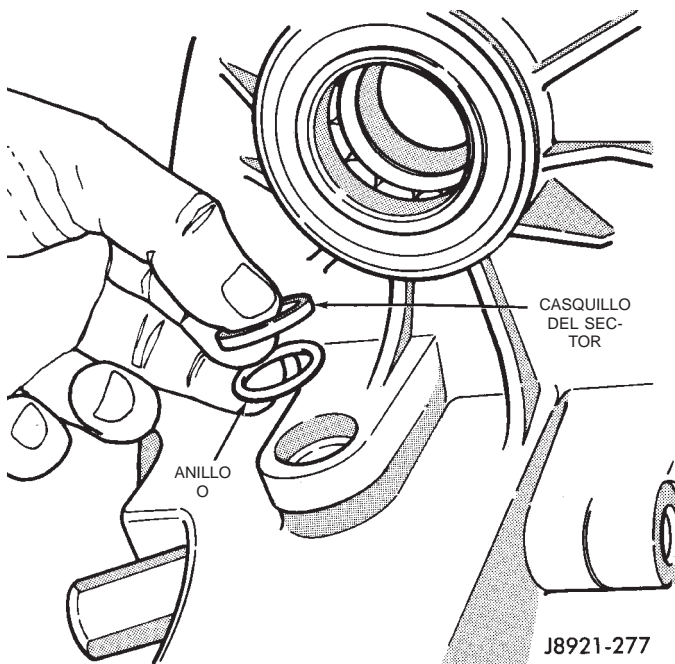

Fig. 68 Instalación de anillo O y casquillo del sector
(1) Instale un nuevo anillo O y casquillo del eje de sector (Fig. 68).
(2) Instale el sector de cambio.